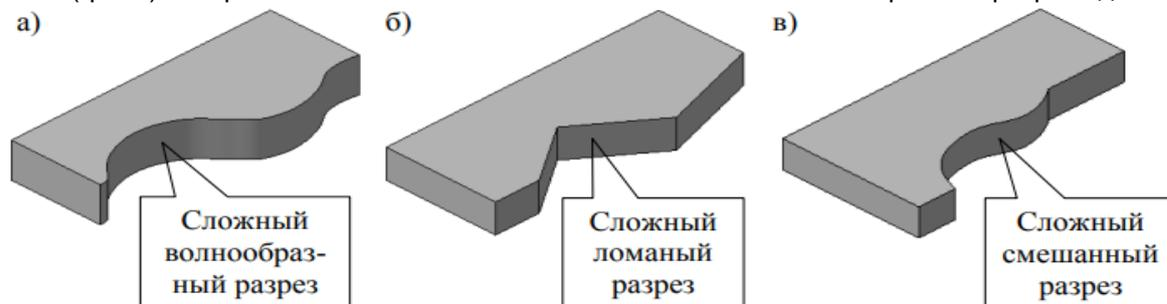

Рис. 11
б) Массив сквозного отверстия по концентрической сетке Рис. 11 Сложный волнообразный разрез
8. Какие из представленных на рис. 11 трехмерных моделей детали можно отредактировать в системе КОМПАС-3D при помощи операции Зеркально отразить тело, расположенной на Панели инструментов Редактирование детали, путем указания в качестве плоскости симметрии любого сегмента (грани) поверхности отсечения сложного ломанного или волнообразного разреза детали?
а) Детали представленные на рис. 11, а и б;
б) Детали представленные на рис. 11, б и в;
в) Детали представленные на рис. 11, а и в;
г) Детали представленные на рис. 11, а, б и в;